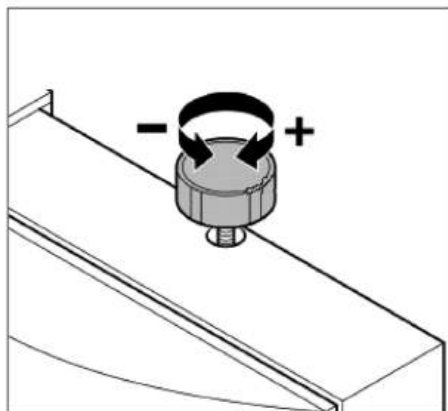

Рис. 14
- При необходимости откорректируйте натяжение с помощью ручки натяжения пильного полотна (п.6, рис.1). Поворот ручки по часовой стрелки увеличивает натяжение пильного полотна, поворот ручки против часовой стрелки уменьшает его (рис. 14).